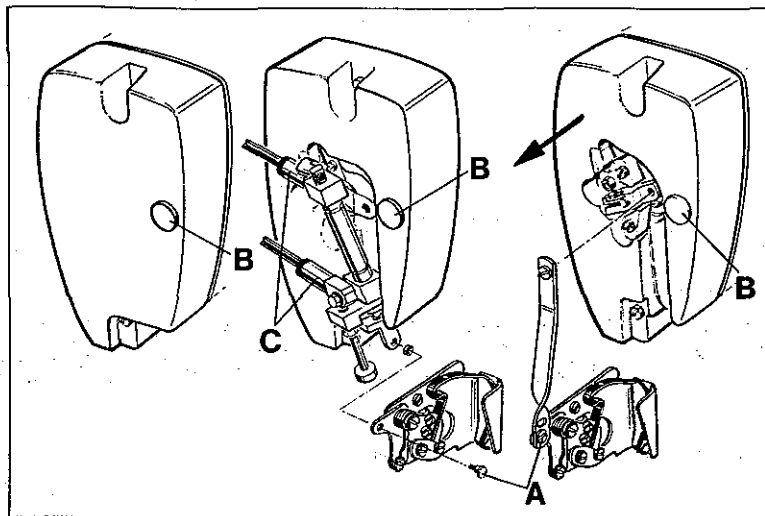
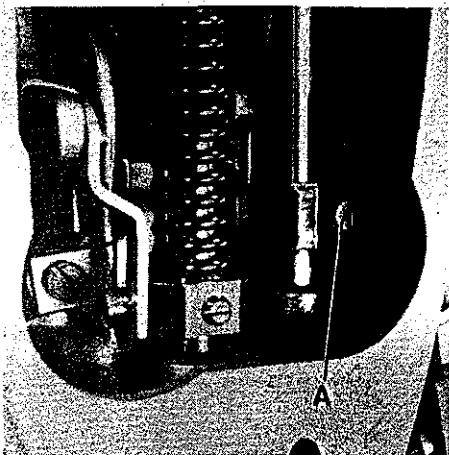

Fig.18
Fig. 19
1. Remove the head cover\*, presser foot and feed dogs. For removing the head cover on styles with thread wiper also shoulder screw (A, Fig. 18) on bell crank lever of thread wiper has to be screwed out. On styles equipped with pneumatic thread wiper additionally the PA-tubes have to be disconnected on the straight connectors (C) of the air cylinder. On styles with solenoid operated thread wiper the head cover has to be removed horizontally (in direction of the arrow) to avoid damaging of plug and receptacle.
3. Loosen screw (A, Fig. 19) and turn needle bar as required, so the needles center in the needle holes of throat plate and are parallel to the looper shaft (see Fig. 20). This can be checked by holding a ruler against the needles.
4. Retighten screw (A, Fig. 19).
1. Entfernen Sie den Kopfdeckel\*, Drückerfuß und Transporteure. Zum Entfernen des Kopfdeckels muß bei Maschinen mit Fadenzieher auch die Ansatzschraube (A, Fig. 18) am Winkelhebel des Fadenziehers herausgedreht werden. Bei Maschinen, die mit pneumatischem Fadenzieher ausgerüstet sind, müssen zusätzlich die PA-Schläuche an den geraden Verschraubungen (C), am Luftzylinder gelöst werden. Bei Maschinen mit magnetisch betätigtem Fadenzieher muß der Kopfdeckel horizontal (in Pfeilrichtung) abgezogen werden, damit Stecker und Steckbuchse nicht beschädigt werden.
3. Lösen Sie die Schraube (A, Fig. 19) und drehen Sie die Nadelstange so, daß die Nadeln mittig in die Stichlöcher der Stichplatte einstechen und parallel zur Greiferwelle stehen (siehe Fig. 20). Dies kann durch Anlegen eines Lineals an die Nadeln geprüft werden.
4. Ziehen Sie die Schraube (A, Fig. 19) wieder an.
\* The needle bar can also be aligned and set to height without removing the head cover. For this, remove plug (B, Fig. 18) in the head cover to have access to screw (A, Fig. 19) in the needle bar connection. Remount the plug.
\* Die Nadelstange kann auch ohne Abbau des Kopfdeckels ausgerichtet und auf die Höhe eingestellt werden. Entfernen Sie dazu den Verschlussstopfen (B, Fig. 18) im Kopfdeckel, damit die Schraube (A, Fig. 19) im Nadelstangen-Mitnehmer zugänglich wird. Montieren Sie den Verschlussstopfen wieder.
The height of needle bar is correct, when the looper point at its travel from right to left is 0,5 mm (.020 in.) left of the left needle (see Fig. 22) and the top of the needle eye is flush with the underside of the looper. For adjustment loosen screw (A, Fig. 19)\* and move needle bar up or down as required. Retighten screw (A).
Die Nadelstangenhöhe ist richtig eingestellt, wenn die Greiferspitze bei ihrem Weg von rechts nach links 0,5 mm links der linken Nadel steht (siehe Fig. 22) und Oberkante Nadelöhr und Unterkante Greifer in gleicher Höhe stehen. Lösen Sie für diese Einstellung die Schraube (A, Fig. 19)\* und schieben Sie die Nadelstange nach Bedarf nach oben oder unten. Ziehen Sie die Schraube (A) wieder an.
\* Die Nadelstange kann auch ohne Abbau des Kopfdeckels ausgerichtet und auf die Höhe eingestellt werden. Entfernen Sie dazu den Verschlußstopfen (B, Fig. 18) im Kopfdeckel, damit die Schraube (A, Fig. 19) im Nadelstangen-Mitnehmer zugänglich wird. Montieren Sie den Verschlußstopfen wieder.